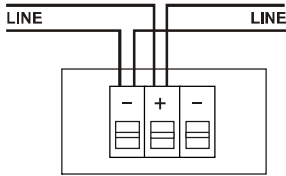

Fig. 4: Elektrischer Anschluss
4. Schließen Sie die Melderlinie gemäß Fig. 4 an: